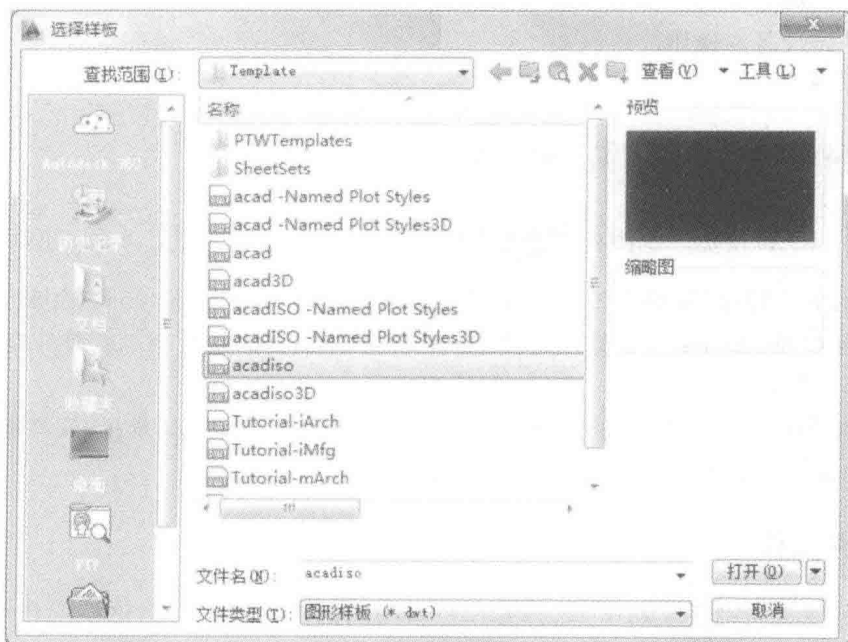

图 1-2 “选择样板”对话框
单击“标准”工具栏上的“新建”按钮  执行新建命令, 出现“选择样板”对话框, 在模板列表框中选定样板, 如图 1-2 所示, 新建文件。
(1) 选择“文件”|“新建”命令, 出现“选择样板”对话框, 在样板列表框中选定 acadiso.dwt, 如图 1-2 所示, 单击“打开”按钮。